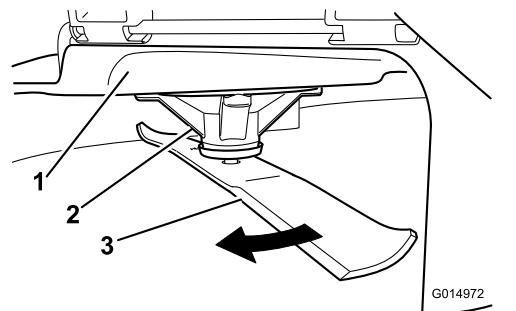

Figure 78
2. Enfilez des gants épais ou utilisez une autre protection adéquate pour les mains, et faites tourner la lame lentement jusqu'à une position permettant de mesurer la distance entre le tranchant et la surface plane sur laquelle se trouve la machine (Figure 78).